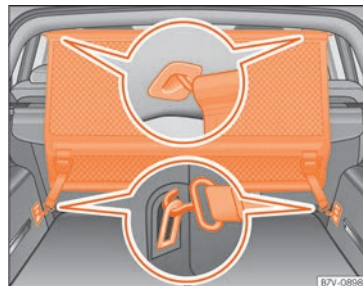

Fig. 171 En el maletero: montar la red de separación detrás de la segunda fila de asientos.
- Enganche la red de separación en el soporte izquierdo trasero del techo » **fig. 171.** »
- Sujete los dos ganchos de la red de separación en las cintas delanteras del maletero » » fig. 171 y tense los cinturones.
- Enganche la red de separación en el soporte izquierdo delantero del techo » » fig. 171. Asegúrese para ello de guiar la varilla desde la parte superior hacia abajo.
- Suelte los ganchos de la red de separación de las argollas » » fig. 171.
- Desenganche la red de separación del soporte derecho del techo » » fig. 171 presionando la varilla.